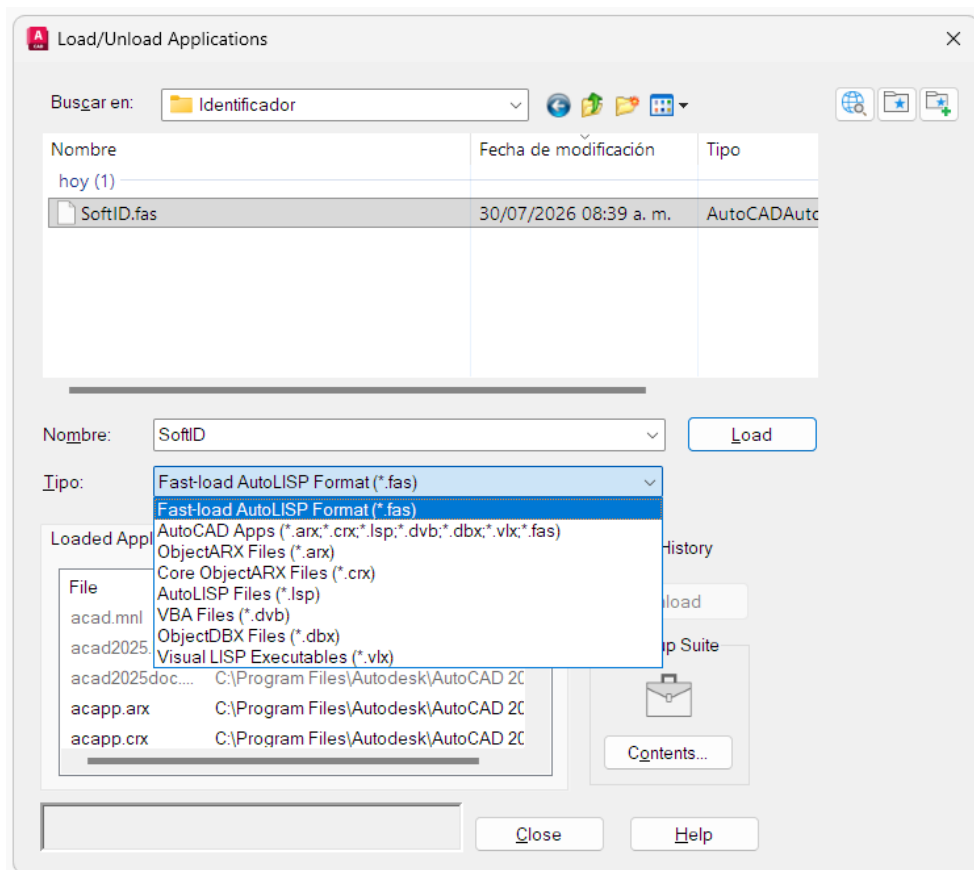

Figura 1: Cuadro de diálogo cargar aplicaciones de AutoCAD
1. **Requisito de software:** Es necesario contar con una versión de AutoCAD o GstarCAD que sea compatible con la ejecución de aplicaciones en formato VLX y FAS. Para ello, ejecuta el comando APPLOAD o APP desde la línea de comandos y consulta el listado de archivos disponibles, véase la Figura 1.
5. Una vez confirmada la carga correcta de la aplicación, cierra la ventana de administración de aplicaciones (véase la Figura 1).